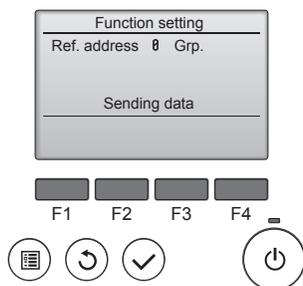
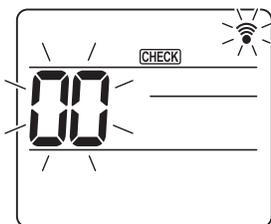

Fig. 6-15
Fig. 6-16
⑤ (Fig. 6-15)
① Accès au mode de sélection des fonctions
- Appuyez sur la touche [MENU] pendant 5 secondes. (Commencez cette opération lorsque l'affichage de la télécommande est éteint.) [CHECK] s'allume et "00" clignote. (Fig. 6-16)